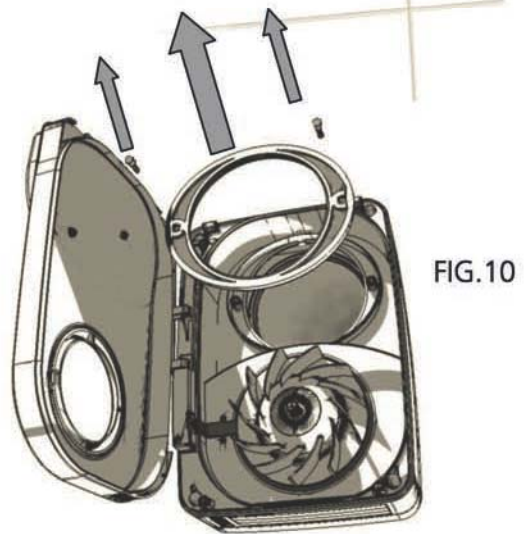

FIG.10
- 8- Enlever les 2 vis et détacher le collier de maintien de l'échangeur de chaleur (FIG 10)